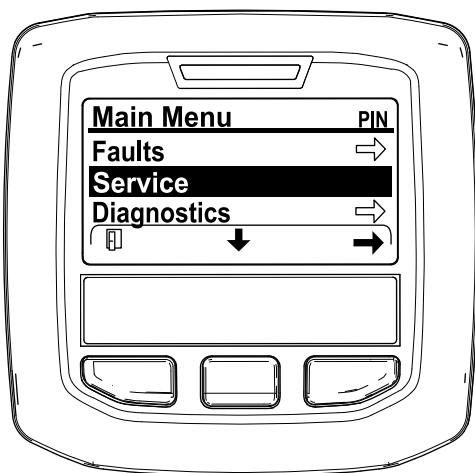

Figura 26
2. Navigate al MENU PRINCIPALE, premete il pulsante centrale per scorrere fino all'opzione MENU MANUTENZIONE, poi premete il pulsante destro per selezionare l'opzione MANUTENZIONE (Figura 26).